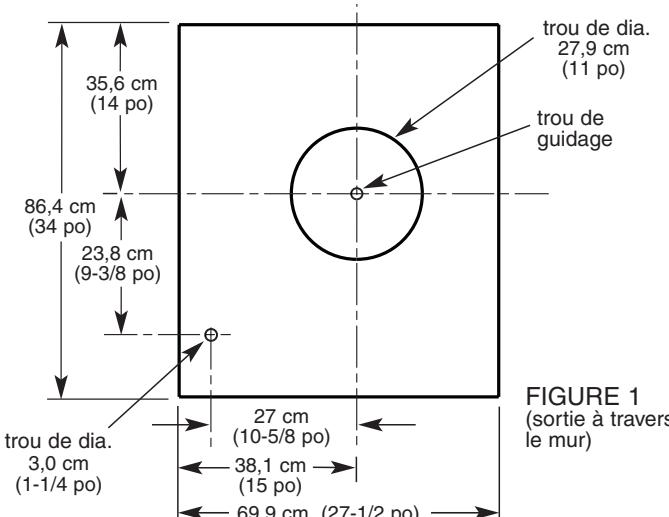

FIGURE 1
3. Tracer un rectangle de 69,9 x 86,4 cm (27 1/2 x 34 po) sur le mur – voir la FIGURE 1.
5. Tracer un cercle de diamètre 27,9 cm (11 po) autour du trou de guidage identifié à la FIGURE 1. Marquer le centre du trou de diamètre 3 cm (1 1/4 po) où passera le câble électrique – voir la FIGURE 1.
Pour le positionnement du trou de dia. 3 cm (1 1/4 po), utiliser les dimensions de la FIGURE 1 ou de la FIGURE 2 (Page 3).